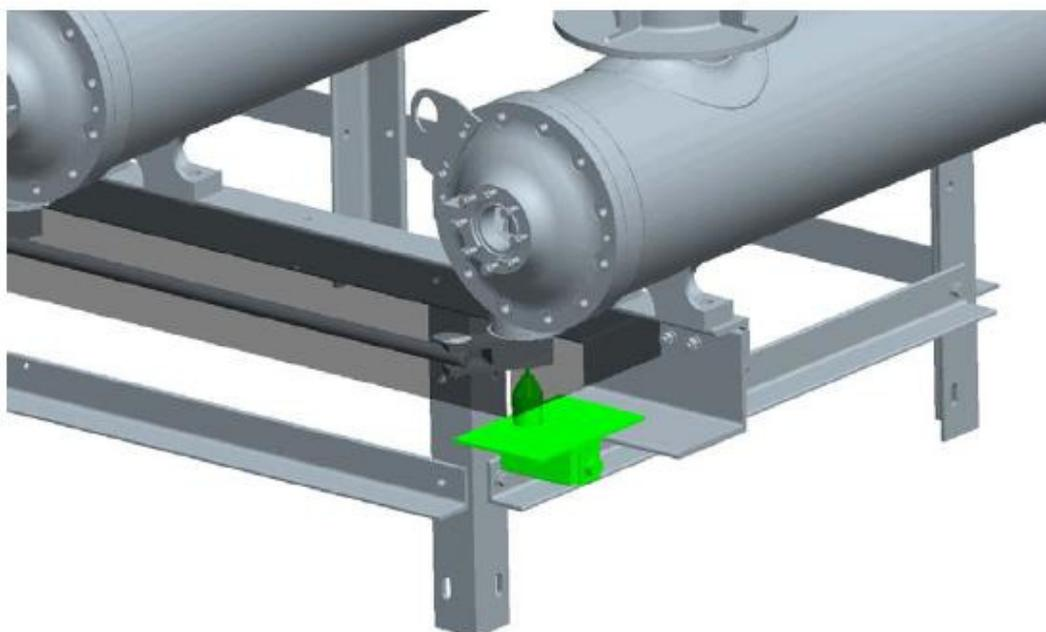

Figura 9: Montagem do Transdutor Rotativo Vanguard
3. Montar o transdutor rotativo Vanguard no suporte e aparafusar o rotor do transdutor no acoplamento, onde estava o parafuso removido (Figura 9).